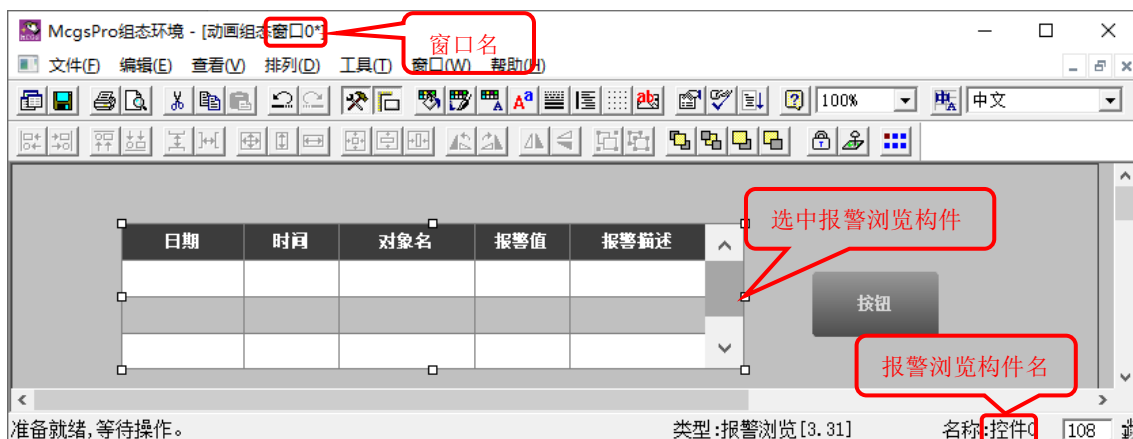
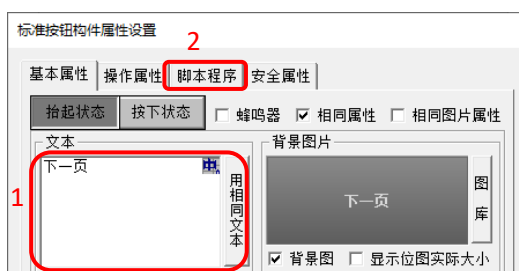
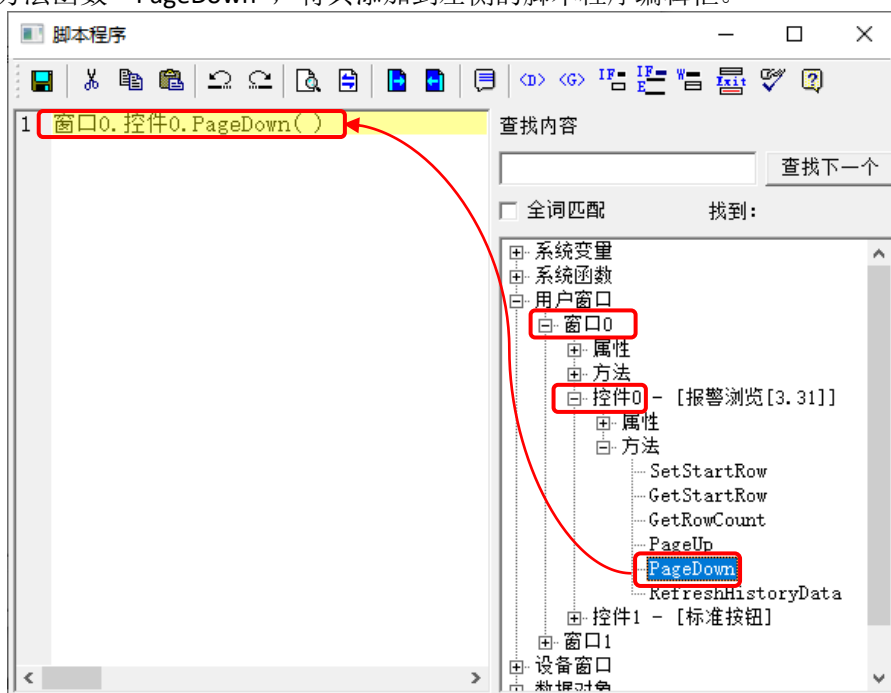

图 4.4-2 构件基础信息
图 4.4-3 显示文本设置
图 4.4-4 报警浏览构件方法函数
- ③ 点击鼠标左键选中“报警浏览”构件，记住该构件的名称以及所在窗口。如图 4.4-2 所示的报警浏览构件位于“窗口 0”，名称为“控件 0”。
- ④ 双击图 4.4-2 中的标准按钮构件，如图 4.4-3 所示，在其“基本属性”页修改显示文本，如修改为“下一页”。
- ⑤ 点击图 4.4-3 中的“脚本程序”，进入脚本程序功能页 → 点击“打开脚本程序编辑器”。按照步骤 3 展示的构件名称和所在窗口名称，在图 4.4-4 右侧对象树依次展开“窗口 0” → “控件 0” → “方法”，双击方法函数“PageDown”，将其添加到左侧的脚本程序编辑框。